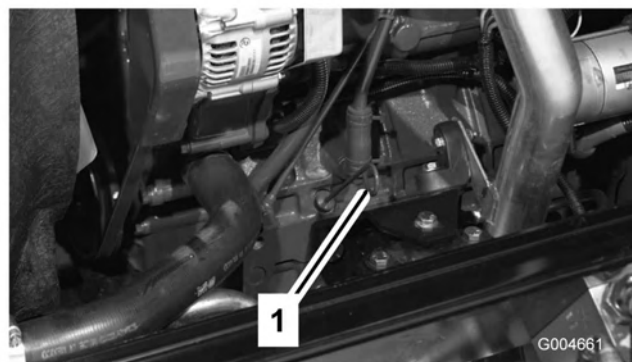

Bild 5
3. Entfernen Sie den Peilstab, wischen ihn ab und führen ihn wieder in das Rohr ein; ziehen Sie ihn dann wieder heraus. Der Ölstand sollte an der VOLL-Markierung sein (Bild 5).